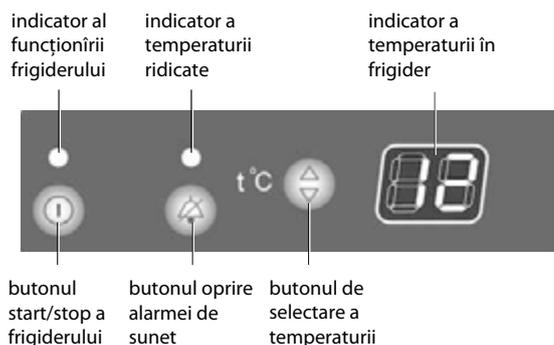

Figura 3
**2.1.1** Ghestionați funcționarea frigiderului apăsând butoanele corespunzătoare ale unității de comandă, în conformitate cu figura 3.
**2.1.2** Indicatoarele LED așa cum se arată în Figura 3 indica lucrul/oprirea frigiderului, temperatura majorată în cameră, indicatorul numeric indică temperatura selectată.
**2.2.1** Porniți frigiderul apăsând butonul  așa cum se arată în figura 3 - se va aprinde indicatorul funcționării frigiderului și începe să clipească litera «H» pe indicatorul numeric de temperatură.
**2.3.1** Setarea temperaturii se produce prin apăsarea butonului  în conformitate cu figura 3. Pe display-ul digital al temperaturii va începe a clipi indicația temperaturii în grade Celsius. După apăsarea repetată a butonului  valoarea numerică a indicatorului crește pînă la valoarea maximă, și apoi se resetează la valoarea cea mai mică.
**2.4.1** Dacă ușa frigiderului este deschisă mai mult de 60 de secunde, se va aude semnalul audio. Soneria se va opri după închiderea ușii, apăsarea butonului  (cu ușa deschisă), așa cum se arată în figura 3, sau când opriți frigiderul.